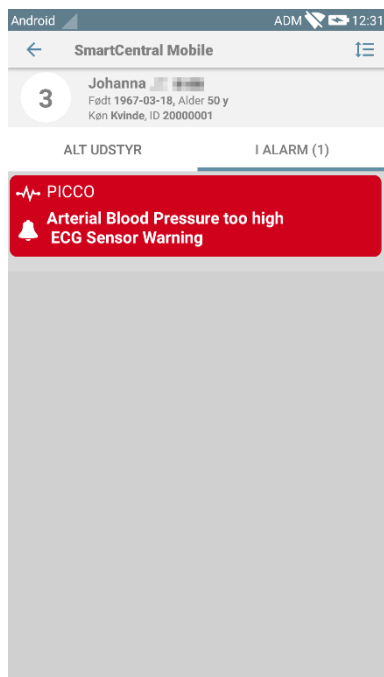

Fig. 24
- Berør beskeden direkte for at få adgang til det relevante modul/patient (se et eksempel i Fig. 24, se afsnit 5.9 og 5.9 vedrørende en beskrivelse af de specifikke moduler). Hvis alarmmeddelelsen fra et modul er relateret til en patient, vises den alarmede patientfane ved at trykke på den. Desuden, hvis alarmmeddelelsen er hævet for mere end en patient, ved at røre den vises listen over alarmede patienter.